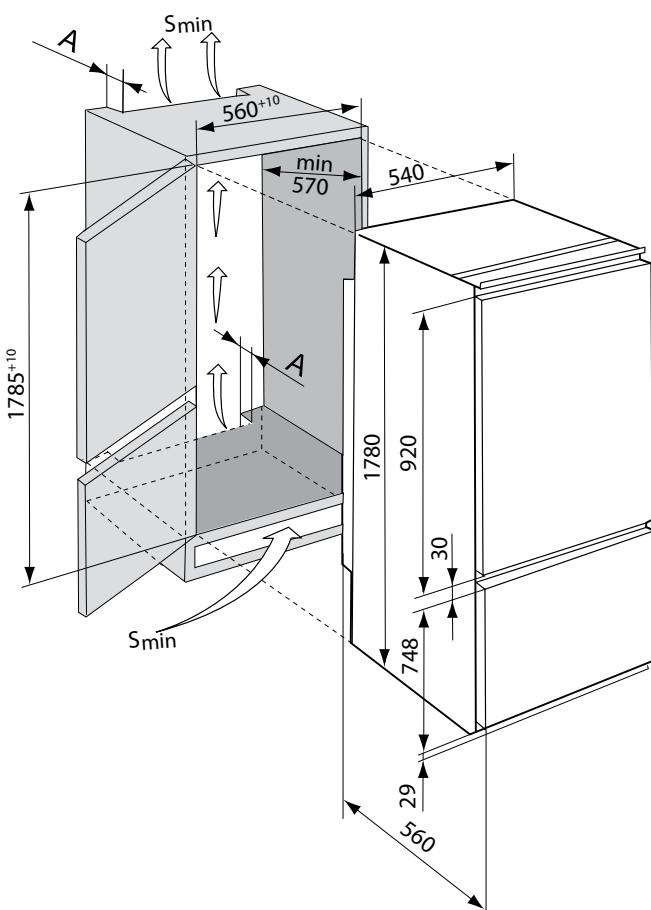

Figura 6 – Schema încorporării frigiderului în mobilier
2.1 Varianta de mobilier recomandată pentru încorporarea frigiderului este indicată în figura 6 (dimensiuni în mm).
ATENȚIE! Suprafața minimă (Smin) a canalelor de aer și deschizăturilor grilei decorative trebuie să fie nu mai mică de 200 cm^2 , și adâncimea deschizăturii A - nu mai mică de 50 mm, în conformitate cu figura 6.